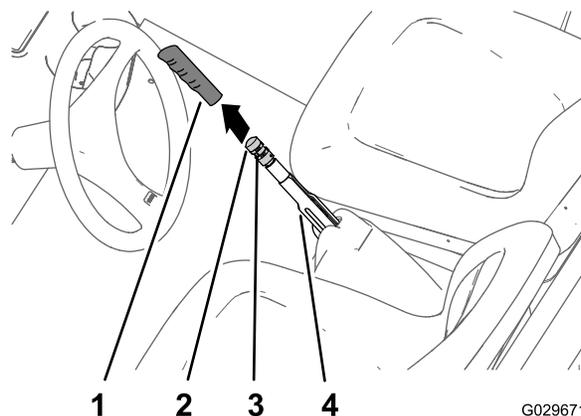

图 63
1. 卸下手刹操纵杆上的把手 图 63。
2. 松开将刹车调整旋钮固定到手刹操纵杆上的固定螺丝 图 63。
3. 旋转刹车调整旋钮直至达到接合手刹操纵杆的 133156N 的力 图 63。
4. 拧紧固定螺丝并安装把手 图 63。
2. 松开将刹车调整旋钮固定到手刹操纵杆上的固定螺丝 图 63 松开手刹然后松开刹车调整旋钮。
5. 旋转刹车调整旋钮图 63 直至达到接合手刹操纵杆需要的 133156N 的力。
- C. 旋转刹车调整旋钮图 63 直至达到接合手刹操纵杆需要的 133156N 的力。
- 拧紧固定螺丝并安装把手图 63。